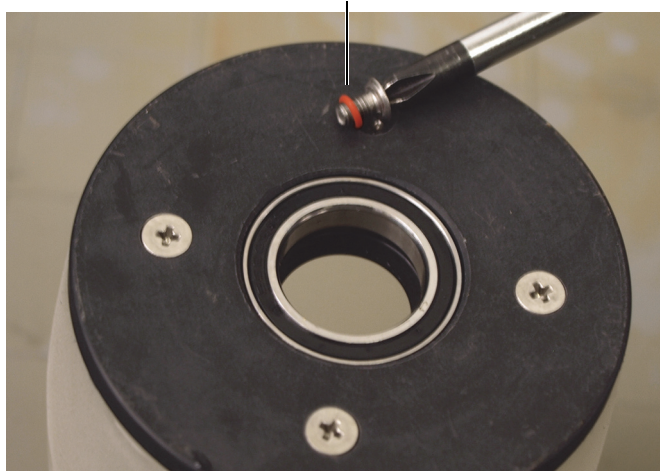

Figura 6-19 Remoção dos parafusos de retenção externos do flange plano
1. Remova os quatro parafusos de retenção externos no flange plano da roda acústica (Figura 6-19 na página 101).